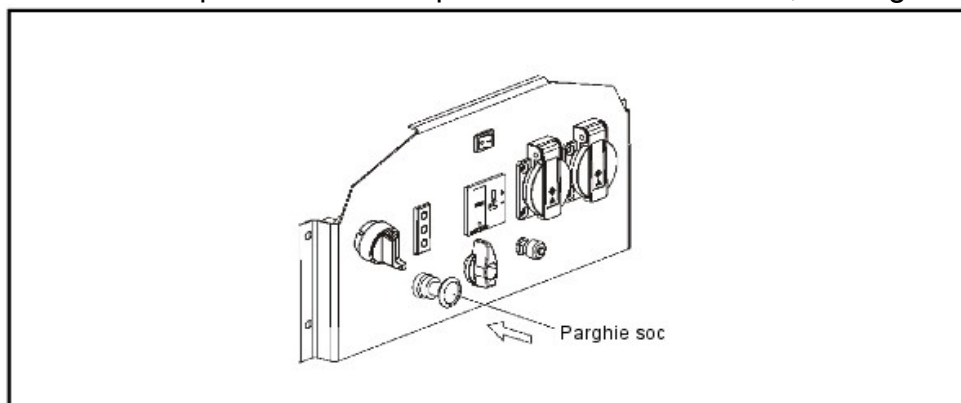

Fig. 10
**4.5.** Mutati socul în poziția OPEN după ce motorul s-a încălzit, vezi fig. 10.